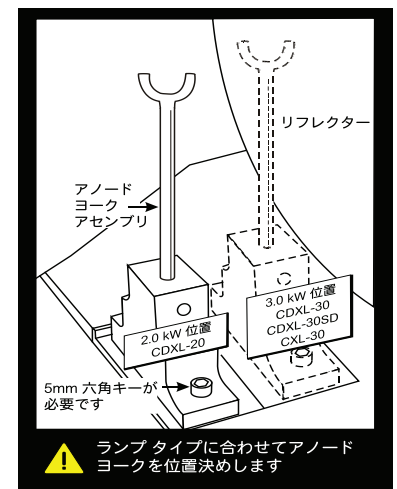

図 5-4 ランプ ヨークの位置
- アノード ヨーク(ランプヨーク)の位置が正しいことを確認します。(図 5-4)